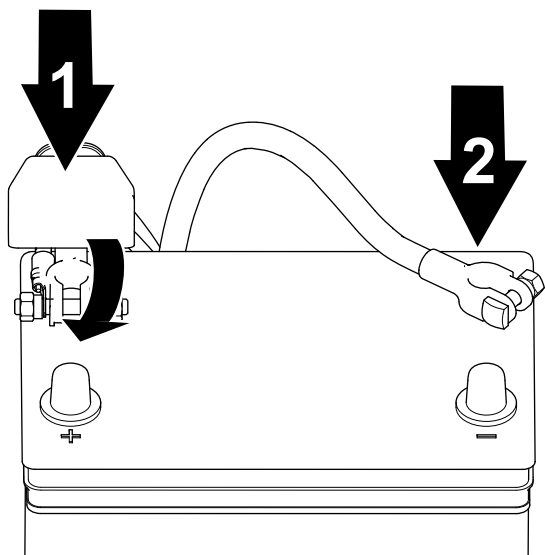

Figure 39
2. Branchez le câble positif à la batterie et serrez l'écrou de collier de la batterie (Figure 39).
3. Branchez le câble négatif à la batterie et serrez l'écrou de collier de la batterie (Figure 39).